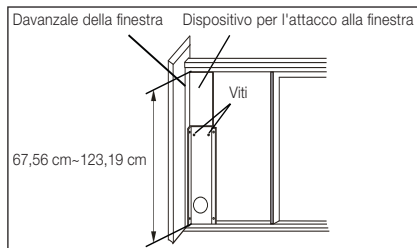

Fig. 19
2. Aprire il telaio scorrevole della finestra e appoggiare il dispositivo per l'attacco alla finestra sul davanzale. Vedere Fig. 19. Fissare il dispositivo per l'attacco alla finestra sul davanzale. Regolare la lunghezza del dispositivo per l'attacco alla finestra in base all'altezza della finestra. Avvitare le due viti sul dispositivo per l'attacco alla finestra. Vedere Fig. 19. Tagliare il dispositivo regolabile per l'attacco alla finestra se l'altezza della finestra dovesse essere minore di 67,5 cm (Fig. 14).